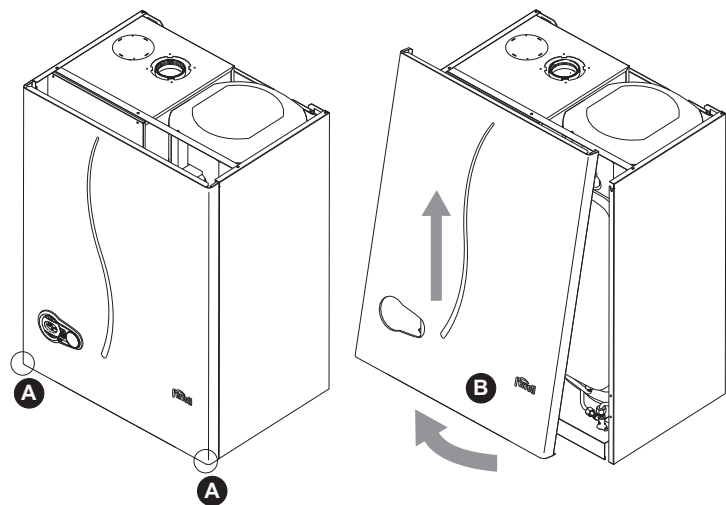

fig. 24 - Deschiderea panoului frontal
1. Deșurubați șuruburile **A** (vezi fig. 24)